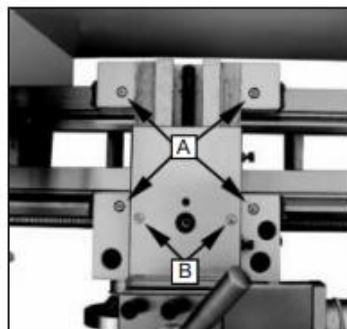

Fig. 36
- 2 . Desserrer moleté vis (B, Fig.36) et ouvrir le doigts glissants . (C, Fig.31) jusqu'à le constant repos peut être déplacé avec c'est doigt autour le pièce à usiner. Sécurisé le constant repos dans position.
Lubrifier Quatre huiles ports (UN, Figure . 36) avec 20W huile pour machine une fois par jour.
Lubrifier deux huiles ports (B , Fig. 36) avec huile machine 20 W une fois par jour.